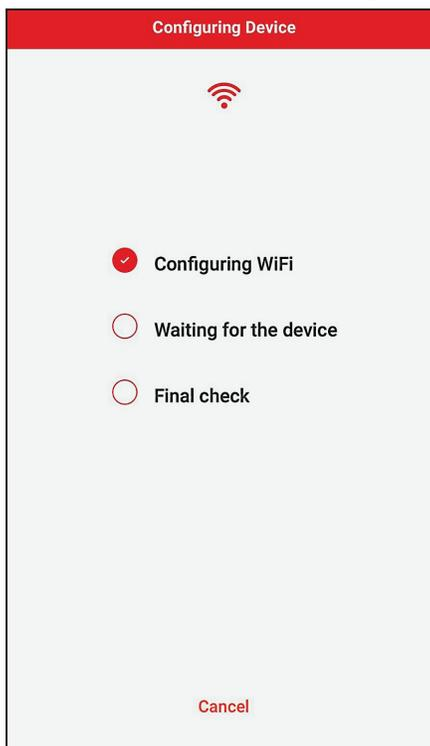

Figure 27. Configuration de l'appareil
9. L'appli mobile Raymote transmet les identifiants réseau Wi-Fi à votre appareil, voir **Figure 27**.